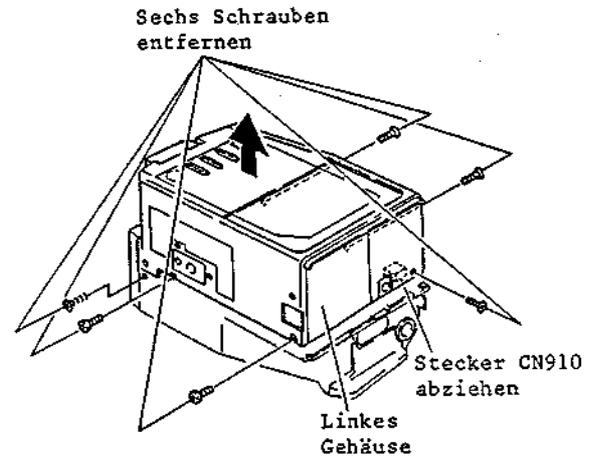

Abb. 2-3 Ausbau des linken Gehäuses
1-2 Ausbau des linken Gehäuses (Abb. 2-3)
2. Sechs (6) Befestigungsschrauben des linken Gehäuses lösen und das linke Gehäuse in Pfeilrichtung öffnen (siehe Abb. 2-3).
2. Das linke Gehäuse ausbauen (siehe Abb. 2-3).